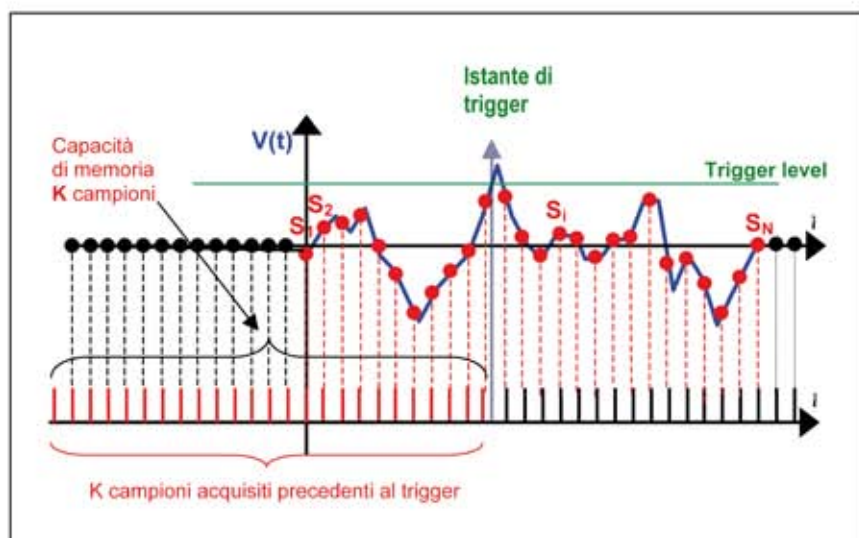

Fig. 13 - L'istante di trigger blocca il campionamento (caso A)
definibile impostando un livello di soglia sul segnale stesso (vedi Fig. 13). In corrispondenza di tale istante si può associare una delle seguenti azioni:
- bloccare immediatamente l'acquisizione e congelare il contenuto della memoria. Conseguentemente in memoria sono contenuti gli ultimi **K** campioni acquisiti prima dell'evento di trigger (caso rappresentato in Fig. 13).